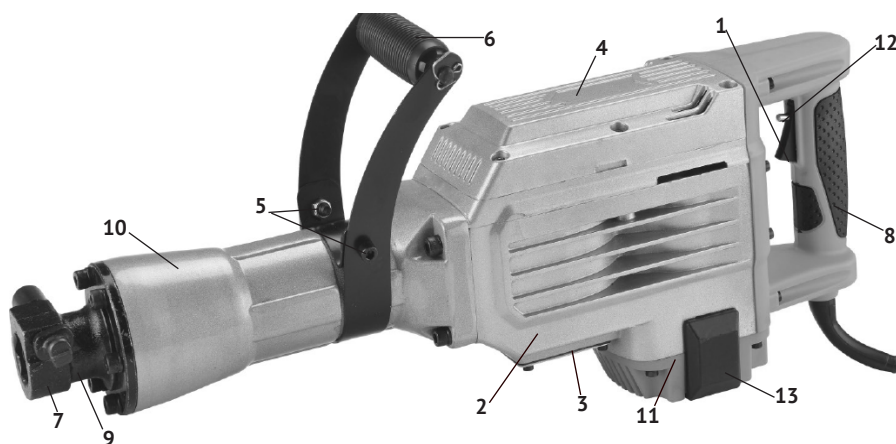

рис. 1
1.1.3 Основные узлы молотка (двигатель, редуктор и ударный механизм) расположены в металлическом корпусе (рис.1 поз.2) закрытом крышкой (рис.1 поз.4).
Крутящий момент с якоря электродвигателя, расположенного вертикально, через систему шестерён, передаётся на кривошипно-шатунный механизм. Кривошипно-шатунный механизм приводит в действие ударный узел молотка. В зависимости от вида выполняемой работы, в патрон вставляется необходимая насадка (пика, долото) с соответствующим хвостовиком. Дополнительная рукоятка (рис.1 поз.6) хомутом крепится на цилиндрической части корпуса цилиндра (рис.1 поз.10). Фиксируется рукоятка двумя болтами (рис.1 поз.5), в любом положении (от 0° до 360°), что удобно пользователю, как «правше», так и «левше».
1.1.4 Клавиша выключателя (рис 1. поз. 1) расположена в корпусе рукоятки (рис 1. поз. 8). Во включённом положении клавиша фиксируется кнопкой (рис.1 поз.12)
фиксируется в положении «включено» кнопкой (рис.1 поз.12).
Общий вид молотка представлен на рис. 1
- ослабить болты фиксации (рис.1 поз.5) дополнительной рукоятки (рис.1 поз.6);
- включение молотка осуществляется нажатием на клавишу выключателя (рис.1 поз.1);
Для продолжительной работы клавиша выключателя фиксируется в положении «Включено» кнопкой (рис.1 поз.12). При повторном нажатии на клавишу, она и кнопка фиксации возвращаются в исходное положение «Выключено».
- демонтировать накладку щёткодержателя (рис.1 поз.13);